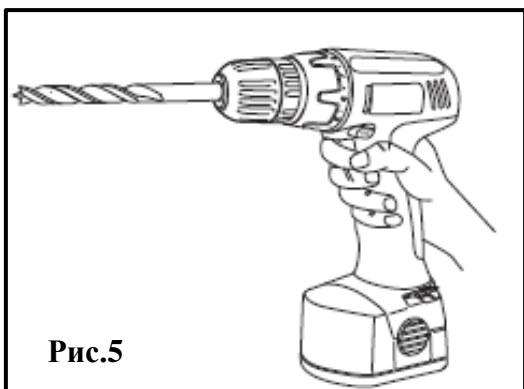

Рис.5
- Всегда держите инструмент за рукоятки (Рис. 5). Содержите рукоятку в чистом и сухом состоянии – это гарантирует надежный захват.